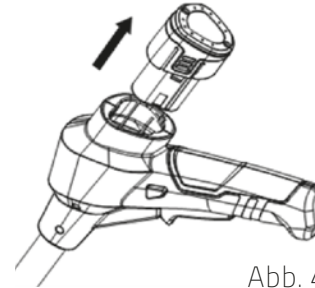
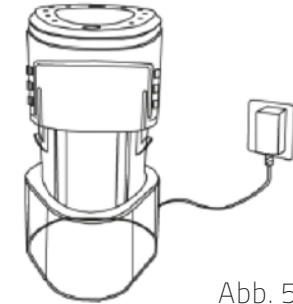

Abb. 4
Abb. 5
Laden des Akkus (Abb. 4, Abb. 5)
1. Nehmen Sie den Akku folgendermassen aus dem Gerät: Drücken Sie die Freigabetasten an beiden Seiten des Akkus und ziehen Sie ihn dabei in Pfeilrichtung (Abb. 4) heraus.
2. Stecken Sie den Akku wie in Abb. 5 dargestellt in das Ladegerät.